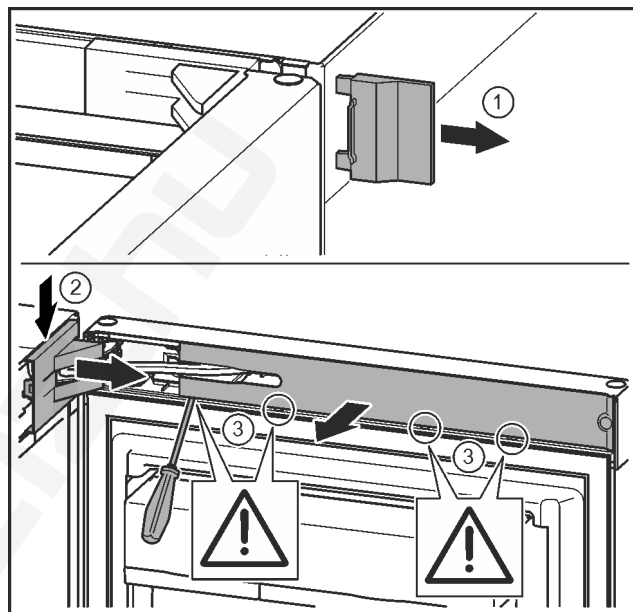

Fig. 7
- ▶ Vegye le a külső fedelet. Fig. 7 (1)
- ▶ Pattintsa ki és oldja ki a csapágybak fedelét. Vegye le a csapágybak fedelét. Fig. 7 (2)
- ▶ Hornyoltfejű csavarhúzóval pattintsa ki a lemezt, és fordítsa oldalra. Fig. 7 (3)